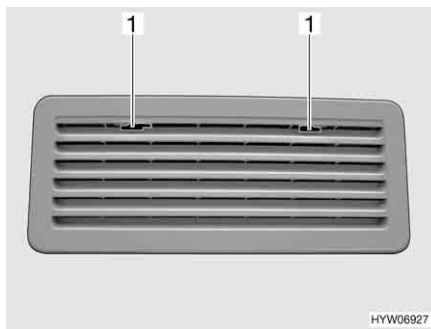

Fig. 180 Griglia di aerazione del frigorifero (Thetford)
- Spingere verso il centro l'arresto (Fig. 180,1).